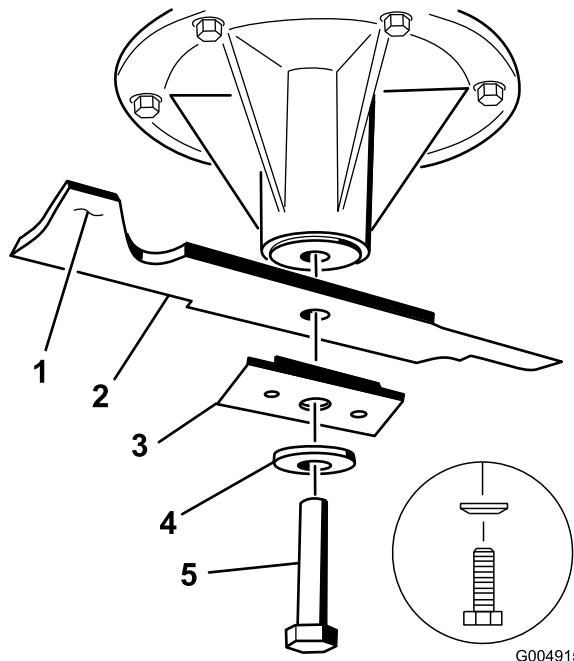

Figure 57
3. Pour les plateaux de coupe de 36 et 52 pouces, enlevez le boulon de lame, la rondelle bombée, le renfort de lame et la lame de l'axe de pivot (Figure 57).
3. Sur les plateaux de coupe de 36 et 52 pouces, montez la lame, le renfort, la rondelle bombée et le boulon de lame (Figure 57).